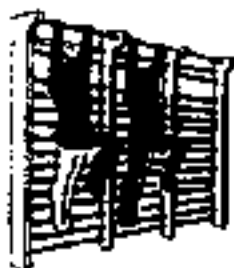

Рис. 22.
2. И.п. - Из вися на руках поочередное и одновременное поднимание согнутых ног вперед (рис. 22). К.п. 20, выполнить 2 подхода.